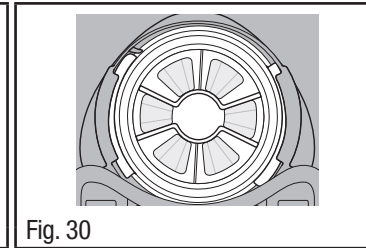

Fig. 30
7. O diafragma de voz parará de girar quando as proteções de parada se encaixarem. As asas devem estar agora na horizontal (Fig. 30).